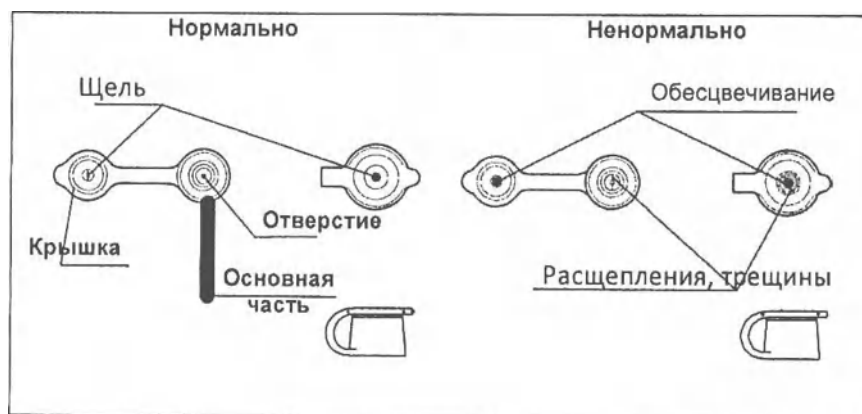

Рисунок 3.7
1. Убедитесь, что щель и отверстие на клапанах биопсии не имеет расщеплений, трещин, деформаций, обесцвечиваний или других повреждений (смотри Рисунок 3.7).